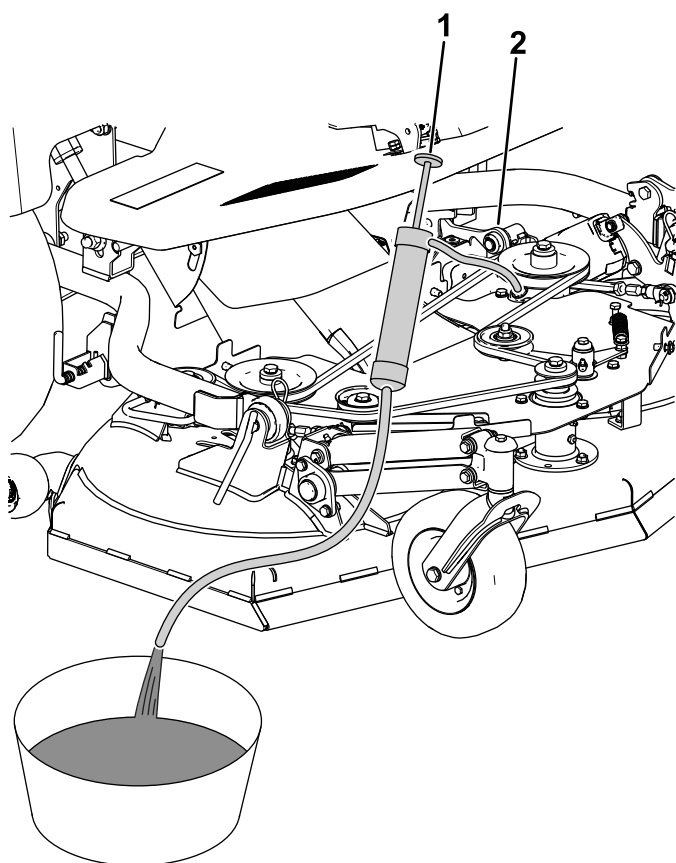

Bild 96
3. Saugen Sie das Getriebeöl aus dem Getriebe ab (Bild 96).